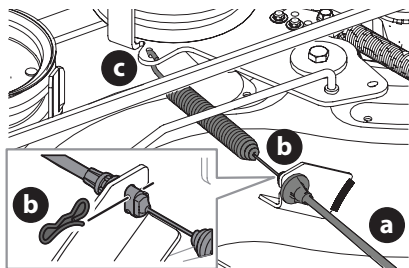

Figure 29
- Retirez le câble de la prise de force (a) à l'arrière du plateau de coupe en enlevant la goupille fendue (b) qui le fixe. Enlevez le ressort (c) du support de la poulie de tension (Figure 29).